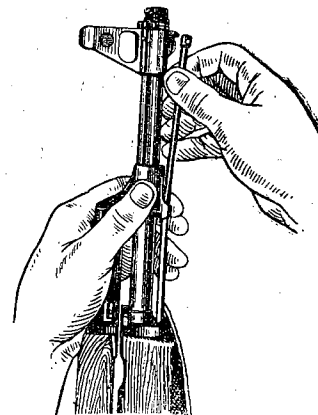

Рис. 4. Отделение шомпола
3) **Отделить шомпол.** Оттянуть конец шомпола от ствола так, чтобы его головка вышла из-под упора на основании мушки (рис. 4), и вынуть шомпол вверх. При отделении шомпола разрешается пользоваться выколоткой.